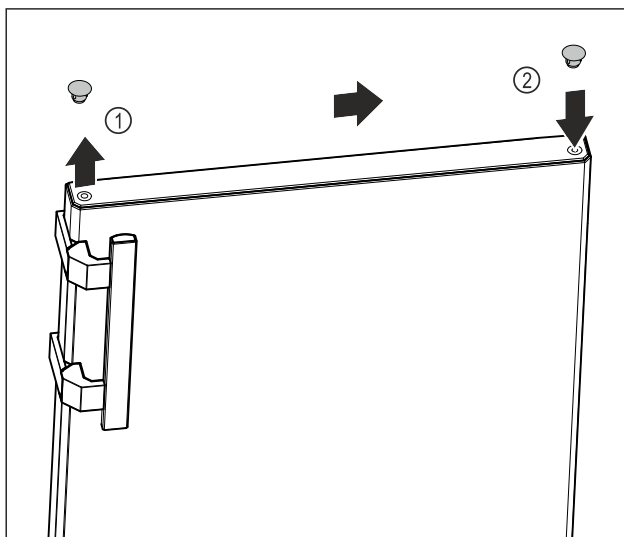

Fig. 18
- ▶ Podważyć ostrożnie zatyczkę osłonki na górze drzwi Fig. 18 (1) przy pomocy śrubokręta.
- ▶ Założyć zatyczkę osłonki po przeciwległej stronie. Fig. 18 (2)